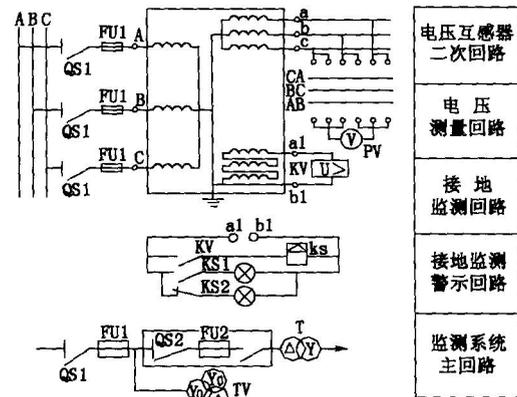

图1 用电设备接地发出信号原理
在互感器的开口三角形两端产生一个零序电压,使用作信号的电压继电器动作,发出信号。依据此设计思想画出的电气原理图(见图1)。
从图1可知:①当线路处于正常工作状态时,a1、b1之间的零序电压接近于零,继电器KV不会动作,这时电压表PV显示为各相之间的线电压,电压继电器的辅助触点KV处于常开状态,信号继电器的KS1、KS2的辅助触点一个处于常开状态,一个处于常闭状态,红灯RD灭,绿灯GN亮;②当线路有一相处于接地状态时,这时a1、b1之间的零序电压接近于100 V(对6~10 kV配电系统而言),导致电压继电器动作,其辅助常开触点KV闭合,接通信号继电器KS,这时其常开触点KS1闭合,常闭触点KS2断开,红灯RD亮,绿灯GN灭;③图1所示不仅实用于对单个单元供电系统进行接地(绝缘)监测,而且也实用于对整个供电系统进行接地(绝缘)监测。